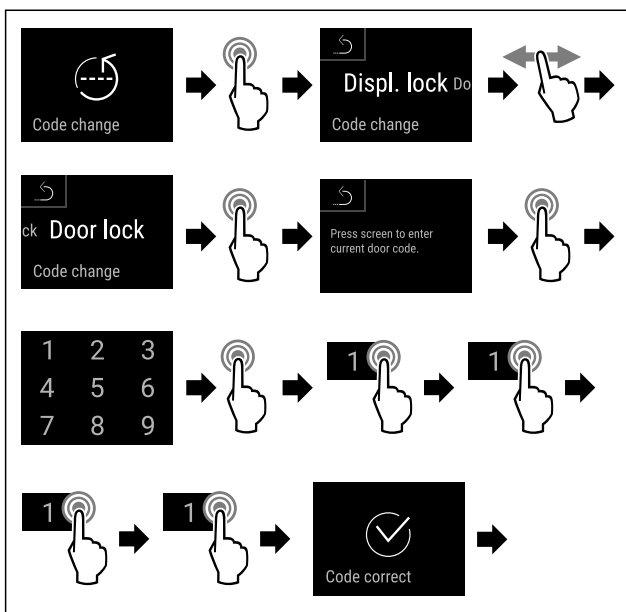

Fig. 81
- ▶ Efectuați pașii de acțiune (vezi Fig. 81) .